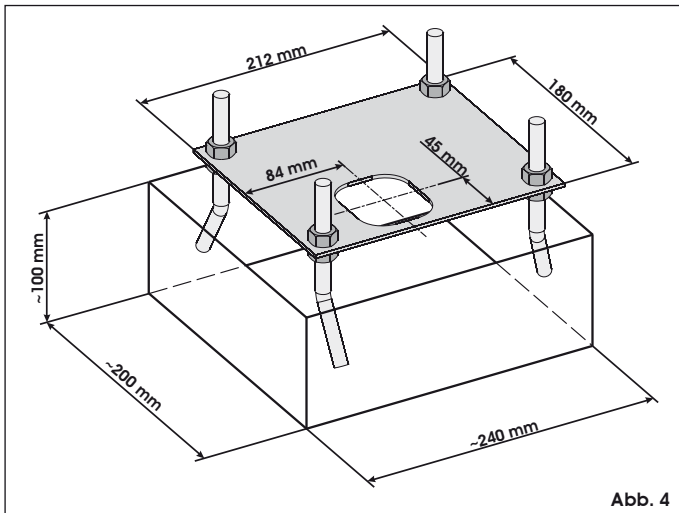
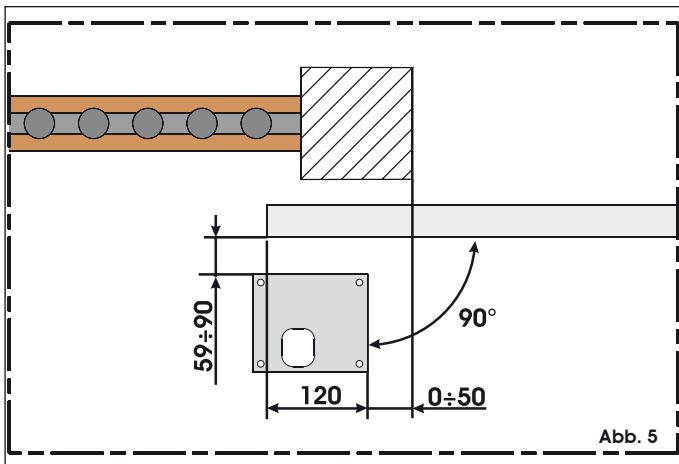
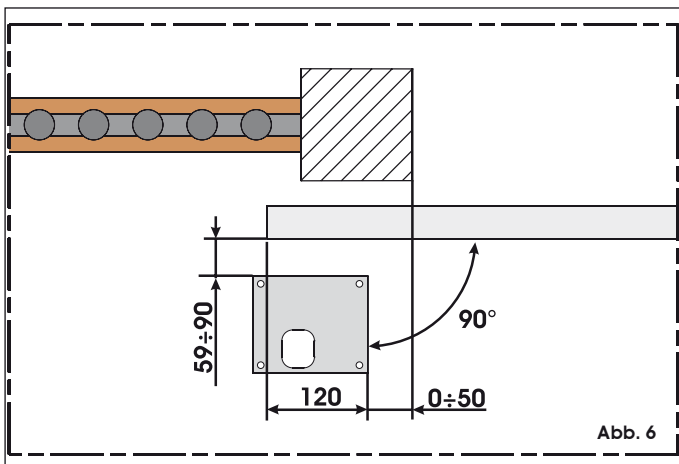

Abb. 4
Abb. 5
Abb. 6
2. Einen Aushub für die Grundplatte vornehmen, siehe Abb. 4. Die Gründungsplatte ist laut Angaben in Abb. 5 (Schließen rechts) oder Abb. 6 (Schließen links) zu positionieren, um das ordnungsgemäße Eingreifen zwischen Ritzel und Zahnstange zu gewährleisten.
- 2) Der Antrieb wird für eine Montage geliefert, bei der – von der Innenseite aus gesehen – das Tor rechts vom Antrieb geschlossen wird (Abb. 5). Wenn das Tor links geschlossen wird, muss die Verbindung der an den Klemmen des Motors angeschlossenen Kabel ausgetauscht werden.